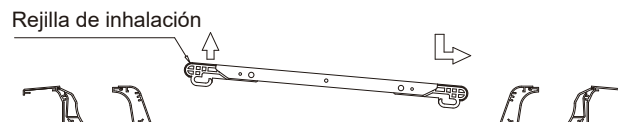

Figura 15
1. Levante un lado de la rejilla de entrada de aire (sin direccionalidad) y presione el otro lado hacia abajo. Luego deslice en la dirección de la flecha como se muestra en la Figura 15.